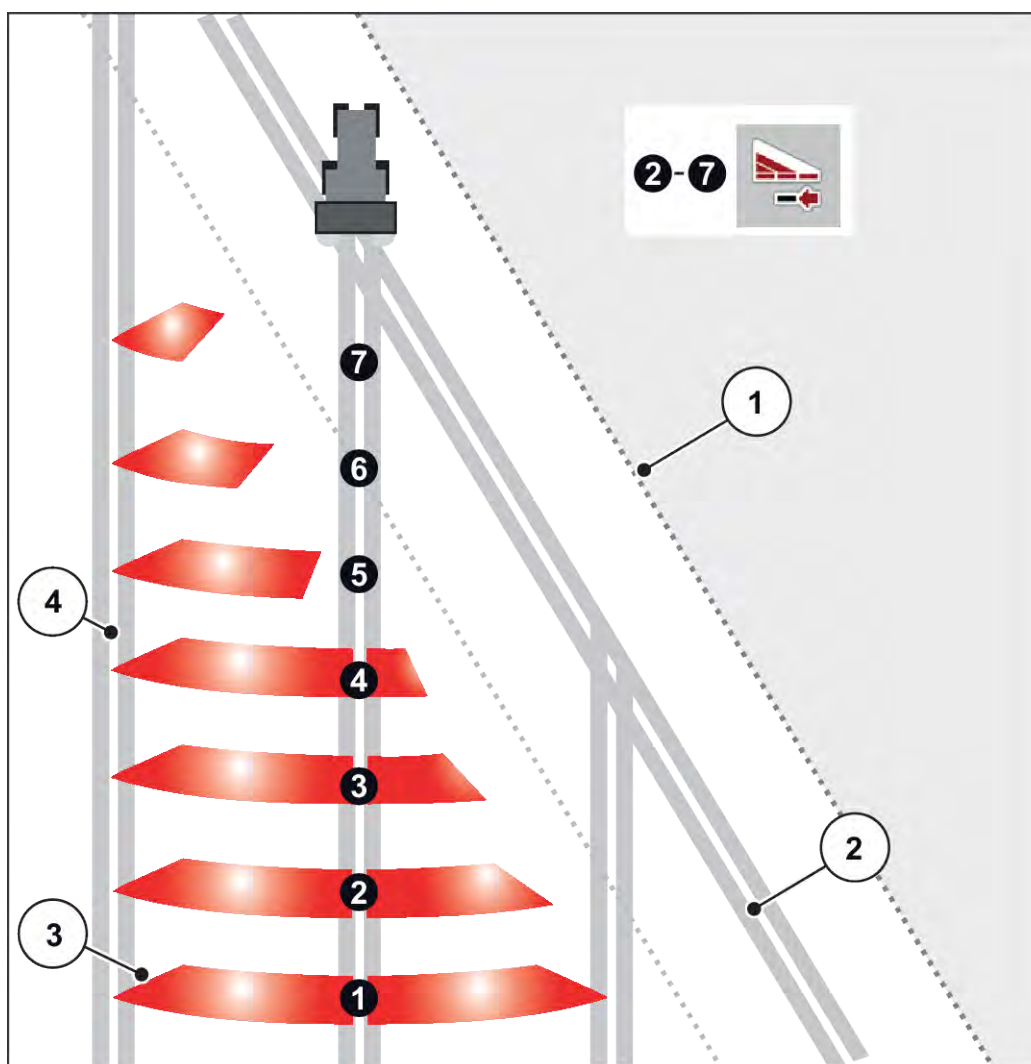

Fig. 47: Automatisk delbreddsomkoppling
- Delbreddsomkopplingen är möjlig utifrån och inåt eller inifrån och utåt. Se *Fig. 47 Automatisk delbreddsomkoppling*